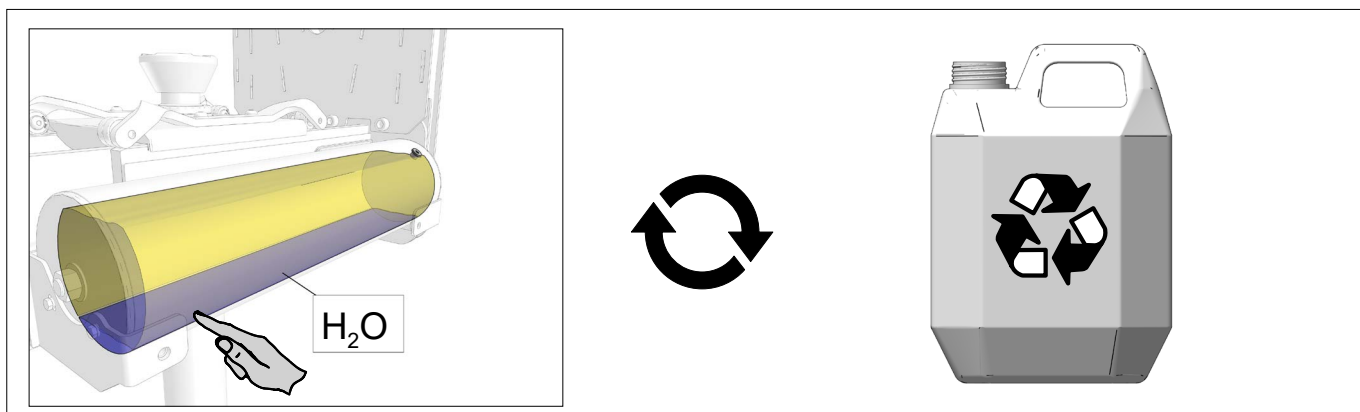

Fig.45
- Présence d'eau dans un réservoir d'huile (Fig.45).
- Vatten närvaro i oljetank (Fig.45)
- Veden läsnäolo öljysäiliössä (Fig.45)
- Wateraanwezigheid in olietank (Fig.45).
- Presencia de agua en el tanque de aceite (Fig.45).
- Vand i olien (Fig.45)
- Presence of water in the reservoir (Fig.45)
- Wasser im Ölbehälter (Fig.45)
- Наличие воды в масляном баке (Fig.45).
- Presenza d'acqua nel serbatoio dell'olio (Fig.45).